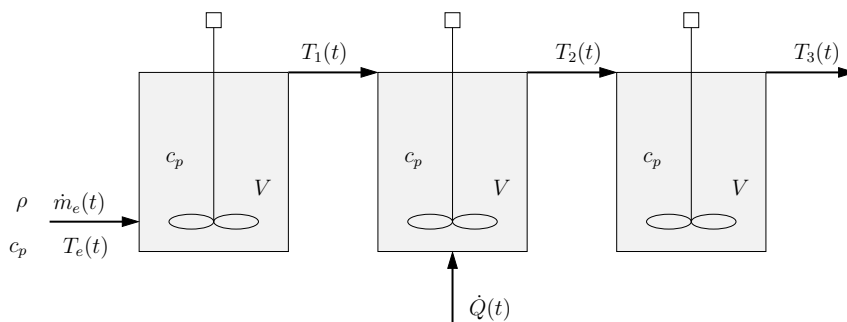

Figura 6: Tanques em série.
12. Considere o processo mostrado na Figura 6. A velocidade do fluxo de massa de líquido através dos reservatórios é contante ( $\dot{m}_e$ ). São considerados constantes a densidade  $\rho$ , os volumes dos tanques  $V$  e as capacidades caloríficas dos tanques e dos fluxos  $c_p$ . Deseja-se saber como a temperatura de entrada  $T_e(t)$  e a transferência de calor  $\dot{Q}(t)$  afetam a temperatura de saída  $T_3(t)$ . Para esse processo, desenvolva o modelo matemático, determine as funções de transferência relacionando  $T_3(t)$  a  $T_e(t)$  e  $\dot{Q}(t)$ , e desenhe o diagrama de blocos.